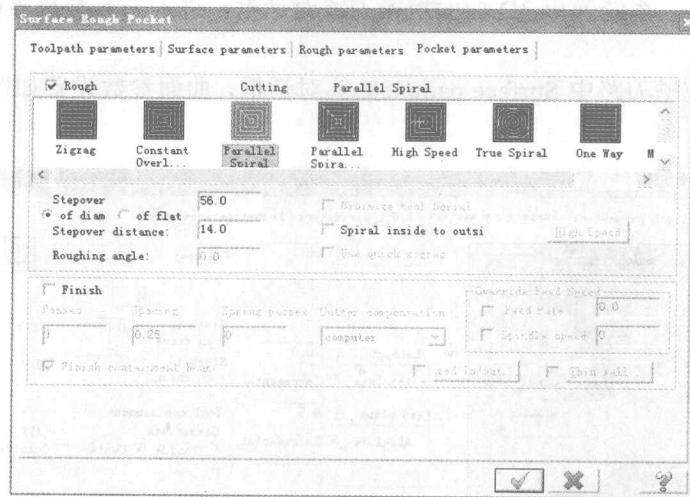

图 1-13 挖槽参数
⑧ 单击曲面挖槽刀路中 Pocket parameters 对话框，设置挖槽参数，如图 1-13 所示。